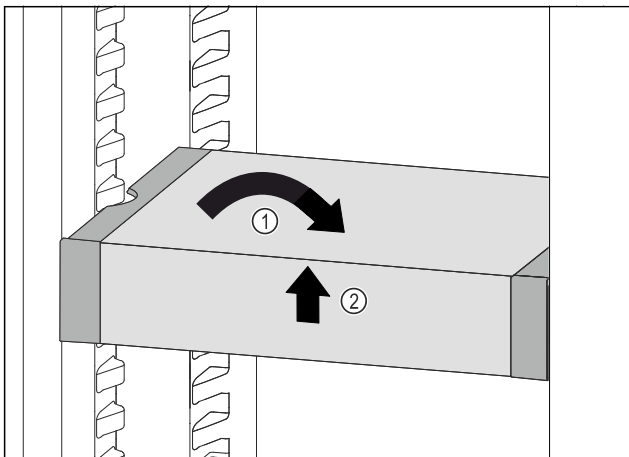

Fig. 88
- VarioSafe gerade stellen. Fig. 88 (1)
- VarioSafe vorne anheben. Fig. 88 (2)